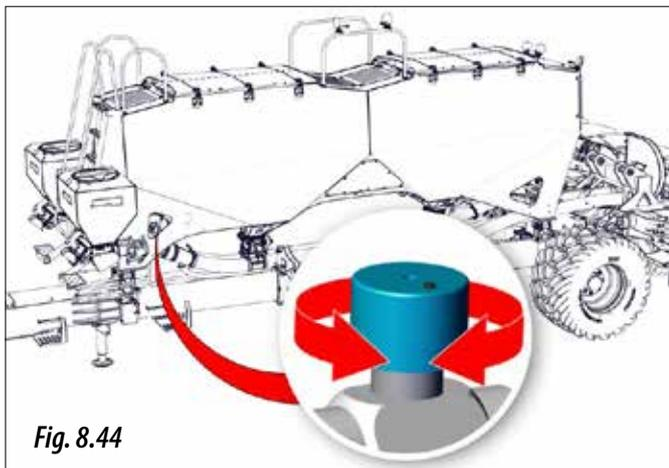

Fig. 8.44
- 1- Abrir a fondo de escala el regulador de caudal ubicado en la turbina (Fig. 8.44).
EN EL CASO QUE NO SE PUEDA REGULAR EL RÉGIMEN DE VUELTAS DESDE EL TRACTOR, AJUSTAR EL RÉGIMEN DE VUELTAS DE LA TURBINA A TRAVÉS DEL REGULADOR DE CAUDAL (FIG. 8.44).